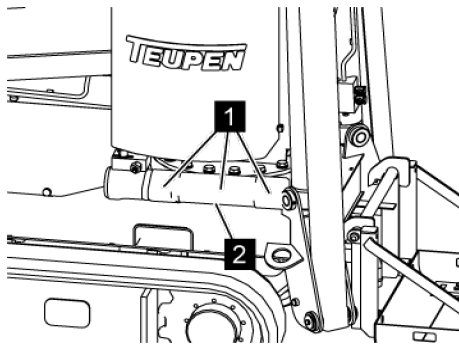

Fig. 103: Graisser l'entraînement de rotation
2. → Injecter avec la pompe à graisse sur les graisseurs (Voir la Fig. 103/1) de l'entraînement de rotation, de la graisse haute performance (N° de réf. 3917/0130).
4. → Contrôler si le trou de vidange d'eau (Voir la Fig. 103/2) en dessous de l'entraînement de rotation n'est pas sale, le nettoyer si nécessaire.